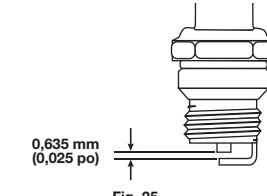

Fig. 25
- Utilisez une jauge d'épaisseur pour régler l'écartement à **0,635 mm (0,025 po)** (Fig. 25).